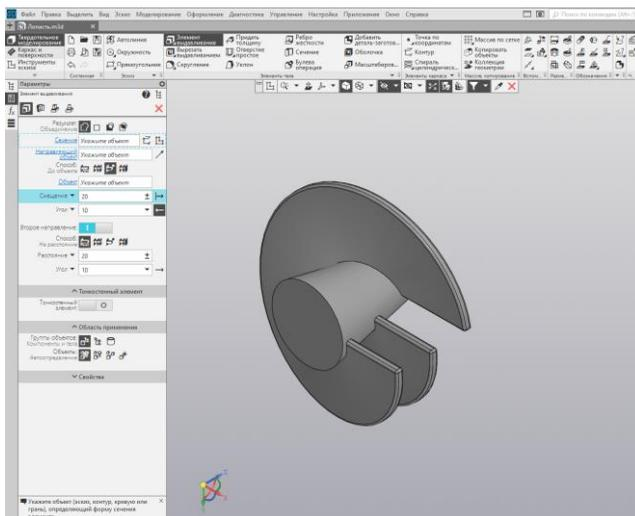

Рис. 56.
4) После завершения операции выдавливания разверните модель в пространстве, например, нажмите клавиши $\langle \text{Ctrl} \rangle + \langle \text{Shift} \rangle$ и щелчком по стрелке Z Элемента управления ориентацией. Создайте эскиз  на плоскости большого основания конуса (рис. 56).